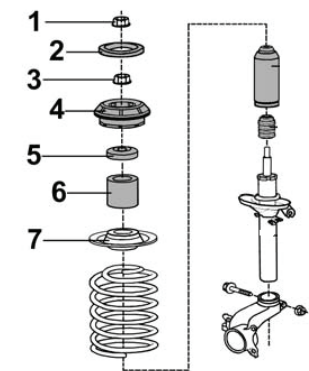

Fig. 1
- **Fig. 1** Kolbenstangenmutter abschrauben und Anbauteile entnehmen.
- **Fig. 1:** Unscrew piston rod nut and remove add-on parts.
- **Fig. 1** Dévisser l'écrou de la tige de pistons et enlever les composants.
- **Fig. 1** Desatornillar la tuerca del vástago del pistón y retirar las piezas adicionales.